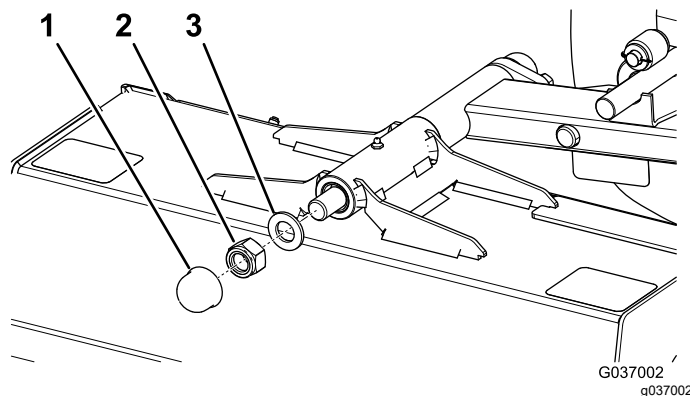

Figura 78
4. Rimuovete il coperchio e il dado (M24) e la rondella dall'albero di articolazione (Figura 78).
5. Montate la rondella e il dado di bloccaggio (M24) e serrate il dado di bloccaggio (Figura 78).